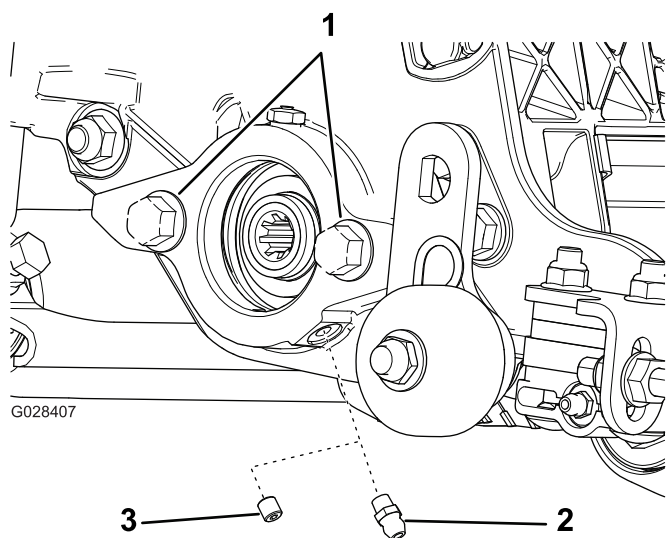

Figura 5
1. Retire e deite fora o parafuso de afinação da placa lateral do motor do cilindro (Figura 5).
2. Instale o bocal de lubrificação reto (Figura 5).
3. Se não existirem parafusos na placa lateral do motor do cilindro, instale-os (Figura 5).
As unidades de corte vertical podem ser instaladas em qualquer uma das cinco localizações na unidade de tração. Figura 5 mostra a orientação do motor de transmissão para cada uma das localizações. As localizações que impliquem a montagem do motor no lado direito da unidade de corte vertical necessitam da instalação de um contrapeso no lado esquerdo da unidade de corte vertical. As localizações que impliquem a montagem do motor no lado esquerdo da unidade de corte necessitam da instalação de um contrapeso no lado direito da unidade de corte vertical.